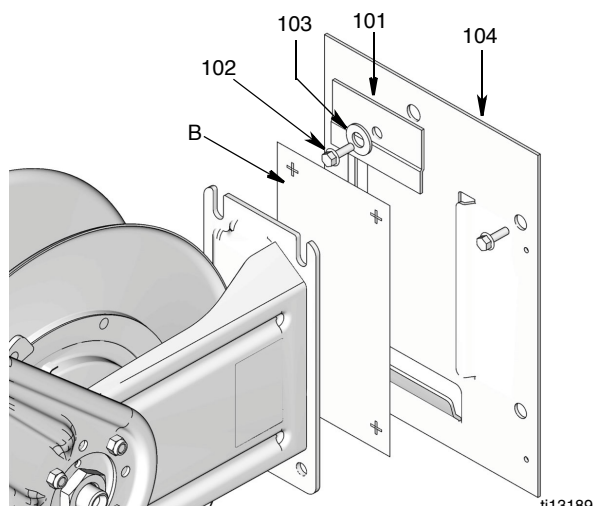

Рис. 10
2. Выберите расположение для монтажа блока барабанов. Установите барабан на стене, используя шаблон (B) для определения положения просверливаемых отверстий.
Для того чтобы облегчить установку и снятие шлангового барабана для технического обслуживания, смонтируйте опорную плиту (104) на стене (Рис. 10).
3. Задвиньте шланговый барабан в опорную плиту (104) и установите прижимную плиту (101), шайбу (103) и стяжной винт (102). Надежно затяните винт (Рис. 10).